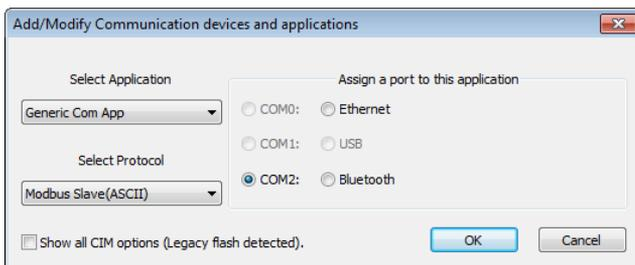

Figura 23: Definição da porta COM 2
3. No menu **Select Application** (Selecionar Aplicativo), selecione o tipo de comunicação que está sendo adicionada. Para RS-232/422/485, selecione **Generic Com App** (Figura 23).